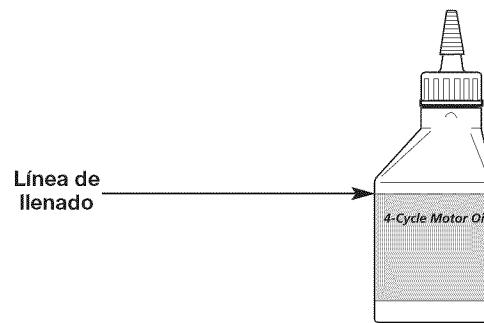

Fig. 20
**NOTA:** Use la botella vacía que guardó del uso inicial para medir la cantidad correcta de aceite. Llene la botella hasta la parte superior de la etiqueta, aproximadamente hasta 3.04 onzas fluidas (90 ml) de aceite (Fig. 20).